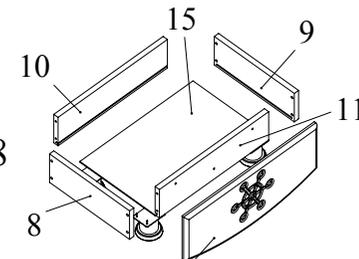

Рис.8
- Соединить конфирматами 7х50 дно 2 и боковины 3, 4 (Рис. 8).
- Вставить заднюю стенку 16 в пазы боковин 3, 4 и дна 2 (Рис. 8).